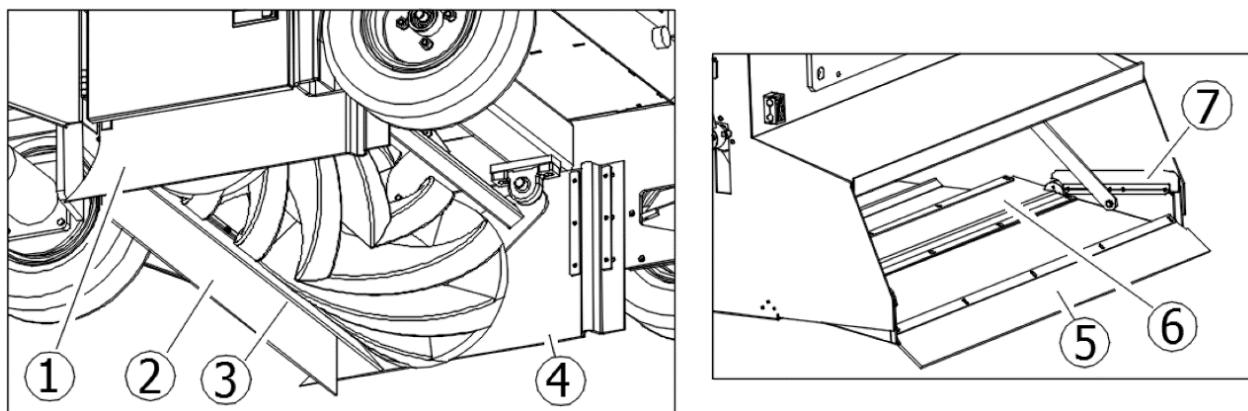

Figura 44
Ogni **70/100** ore di lavoro, verificare la condizione delle guarnizioni antipolvere **Part. 1-7 Figura 44** ed all'occorrenza sostituirle.
- Svitare le viti del piatto di fissaggio della guarnizione Part. 1-7 Figura 44;
- Riavvitare le viti del piatto di fissaggio della guarnizione Part. 1-7 Figura 44.